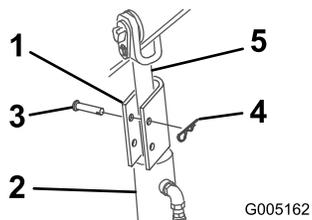

Рисунок 12
- Поместите на шток каждого гидроцилиндра подъема (Рисунок 12) замок гидроцилиндра кронштейна погрузчика..
- Закрепите каждый замок гидроцилиндра кронштейна погрузчика посредством штифта с головкой и шплинта (Рисунок 12).